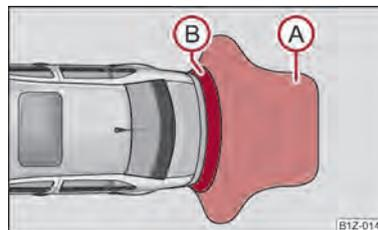
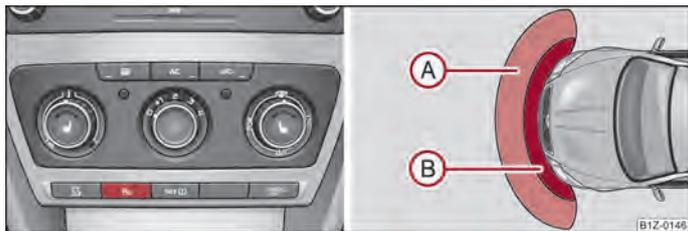

Fig. 102 Auxílio para estacionar: Área de alcance dos sensores traseiros
Fig. 103 Ativar a assistência ao estacionamento / Área de detecção dos sensores dianteiros
O aviso de distância começa a uma distância de aprox. 160 cm até ao obstáculo (Zona **A** ⇒ Fig. 102). À medida que a distância diminui, aumenta a frequência dos impulsos do som.
O aviso da distância começa a uma distância de aprox. 120 cm para o obstáculo à frente do veículo (Área A ⇒ Fig. 103) e aprox. 160 cm para o obstáculo atrás do veículo (Área B ⇒ Fig. 102). À medida que a distância diminui, aumenta a frequência dos impulsos do som.
A assistência ao estacionamento é activada ao engrenar a **marcha-atrás** ou ao premir o botão ⇒ Fig. 103 com a ignição ligada - à esquerda; no botão, acende-se o símbolo P_u. Isto é confirmado por um som curto.
A assistência ao estacionamento é desactivada ao premir o botão P_u ⇒ Fig. 103 - à esquerda, ou em caso de uma velocidade superior a 10 km/h - no botão, apaga-se o símbolo P_u.
- Quando depois de se ligar a ignição e com a velocidade de marcha atrás medida se ouvir um som de aviso durante aprox. 3 segundos mas não havendo nenhum obstáculo próximo do veículo, há um erro no sistema. Adicionalmente, a deficiência é indicada pelo símbolo P_u a piscar no botão ⇒ Fig. 103 - à esquerda. Deixe eliminar o erro numa oficina especializada.